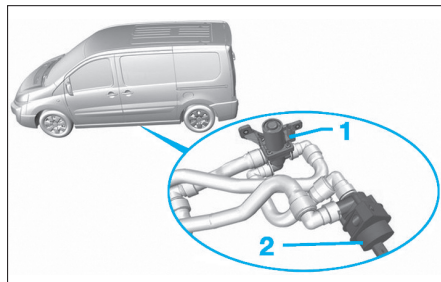

Fig. 23
- Véhicule équipé d'un chauffage additionnel, désaccoupler les durits de l'électrovanne (1) et de la pompe (2) (Fig.23) du radiateur de chauffage additionnel.